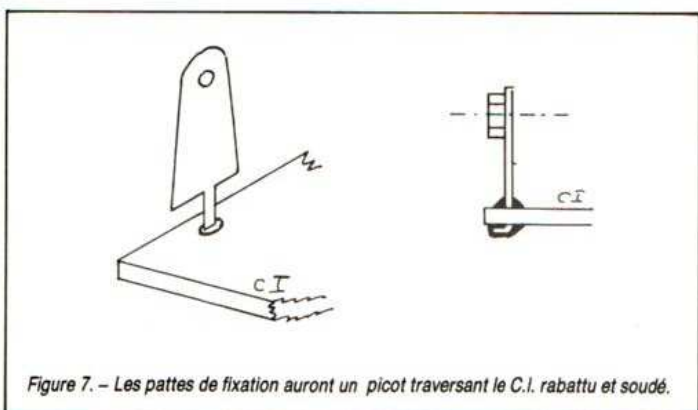

Figure 7. - Les pattes de fixation auront un picot traversant le C.I. rabattu et soudé.
- Figure 7 : la résistance de base du BF200 est de 27 k Ω et non de 27 Ω .
Pour en terminer avec les modifications apportées au montage initial, signalons une réalisation différente des pattes de fixation de la platine F1, la méthode préconisée (fig. 15, page 110, n° 1733) s'étant avérée fragile : les soudures cassent lors de l'enfoncement « musclé » des connecteurs de voies. Nous avons donc modifié cela suivant la figure 7. Le repli à 90° est supprimé et remplacé par un picot dégagé à la lime douce. Ce picot traverse le CI, est rabattu au verso. Souder au recto, des deux côtés de la lamelle et au verso. La solidité est alors à l'épreuve des plus brutaux !